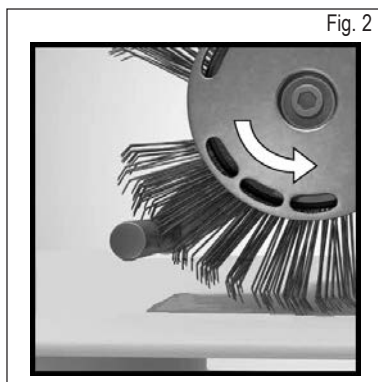

Fig. 2
- Kan det hende at Bristle Blaster® Bånd løper i feil retning? – Juster børstebåndet slik at det løper i riktig retning (se kap. 7, oppstart, fig. 2).